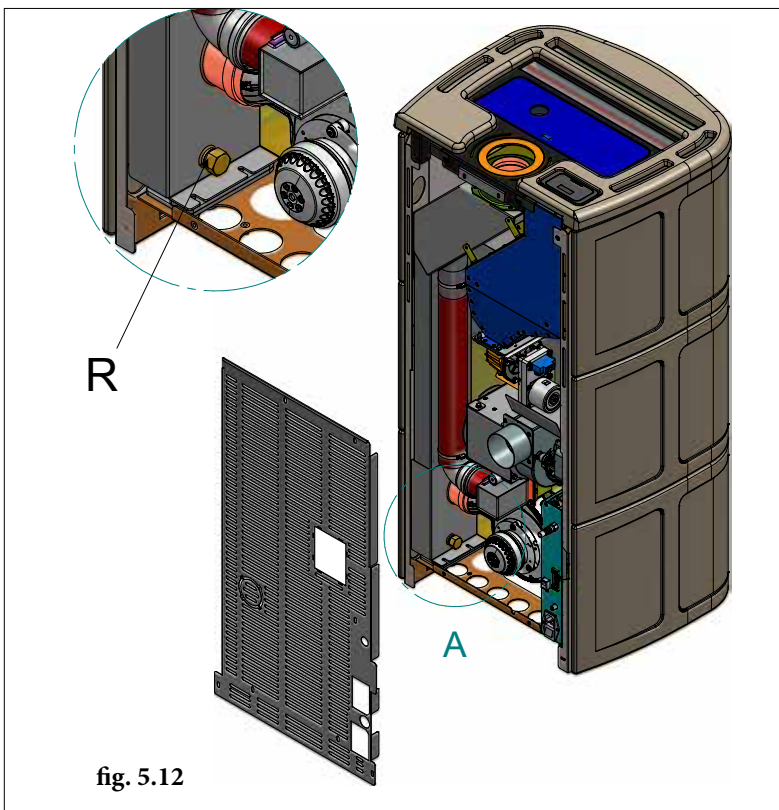

fig. 5.12
5.6.2 Como medida de seguridad adicional está previsto un racor roscado con tapón de cierre, para conectar un tubo de descarga de la condensación en la eventualidad remota e improbable de que fuera necesario (Fig. 5.12).